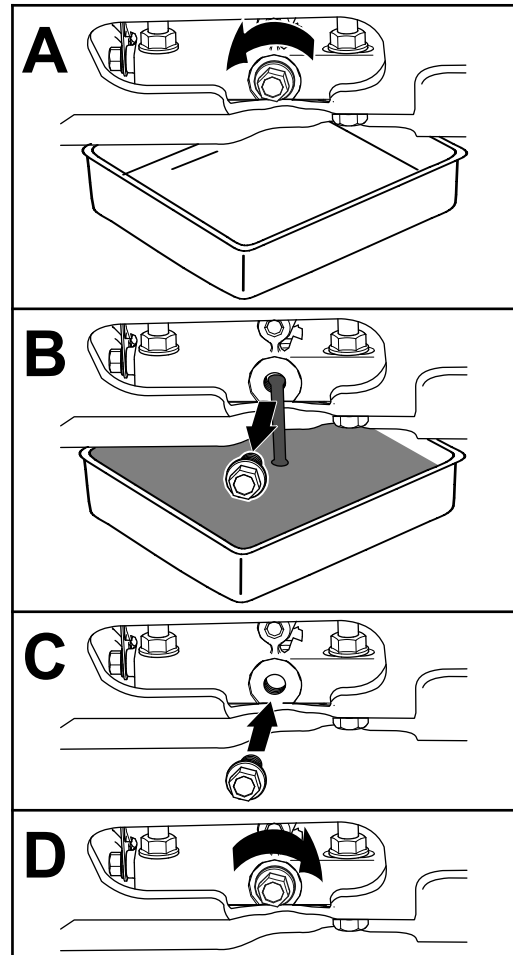

Bild 36
- Wechseln Sie das Motoröl, wie in Bild 36 abgebildet.